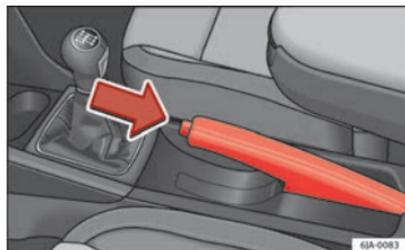

Fig. 102 Console centrale : frein à main
- Tirez légèrement sur le levier vers le haut et **en même temps** appuyez sur le bouton de desserrage ⇒ fig. 102.